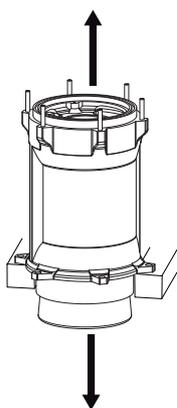

Bild 21: Entfernen des Stators
8.1 Entfernen des Stators (Bild 21, 22)